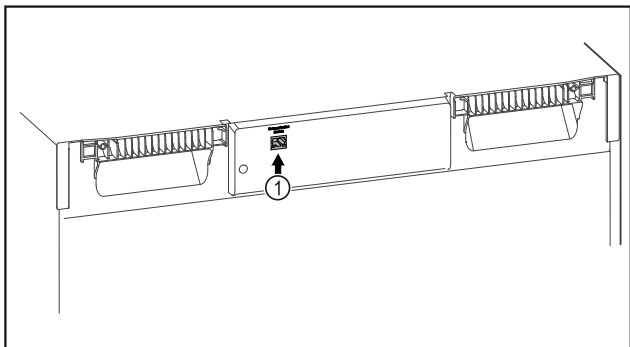

Fig. 150
- SmartModule Fig. 150 (1) se rabi.